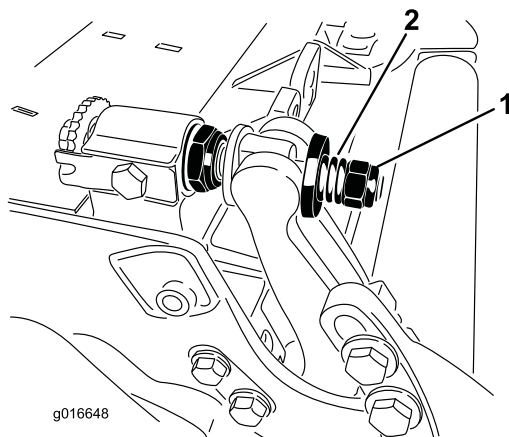

Bild 33
5. Ziehen Sie die Federspannungsmutter an, bis die Feder zusammengedrückt ist, drehen Sie sie dann um eine halbe Umdrehung heraus (Bild 33).
ist, lösen Sie die Mutter dann um eine halbe Umdrehung (Bild 33).